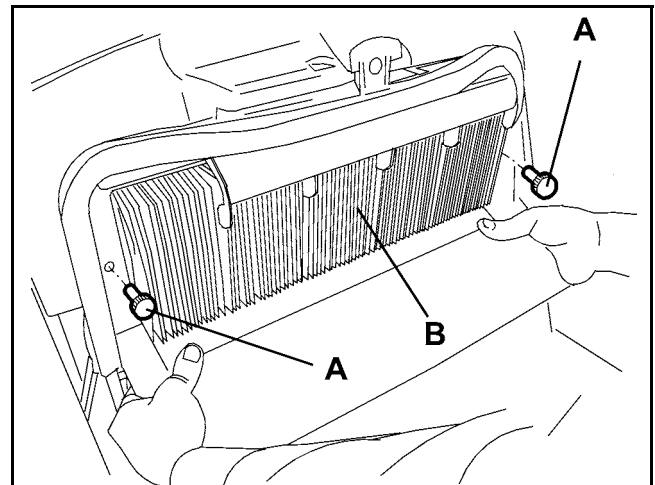

Figure 17
4. Dévisser les pommeaux (A, Fig. 17).
5. Saisir le filtre à poussière (B, Fig. 17) comme indiqué dans la figure.